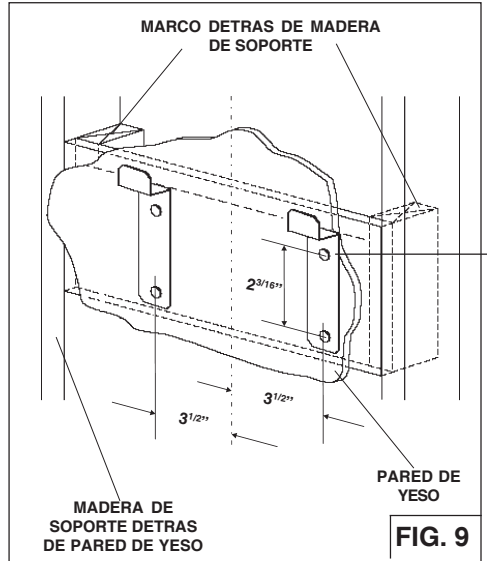

FIG. 9
1. Construya un bastidor de madera en la pared que quede al ras de la superficie interior de los montantes de pared (Fig.9).